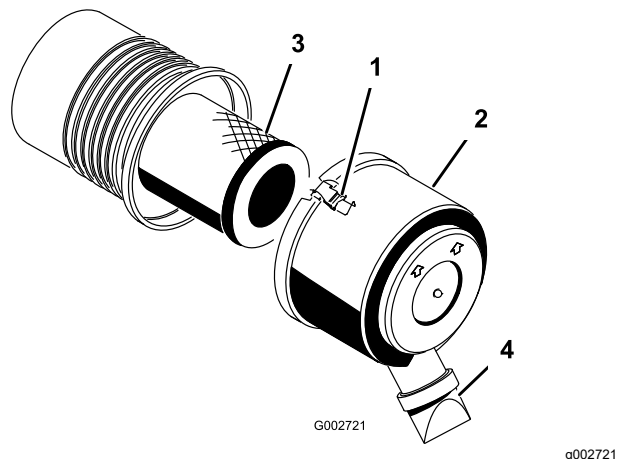

図 29
1. エアクリーナのカバーをボディーに固定しているラッチを外す(図 29)。